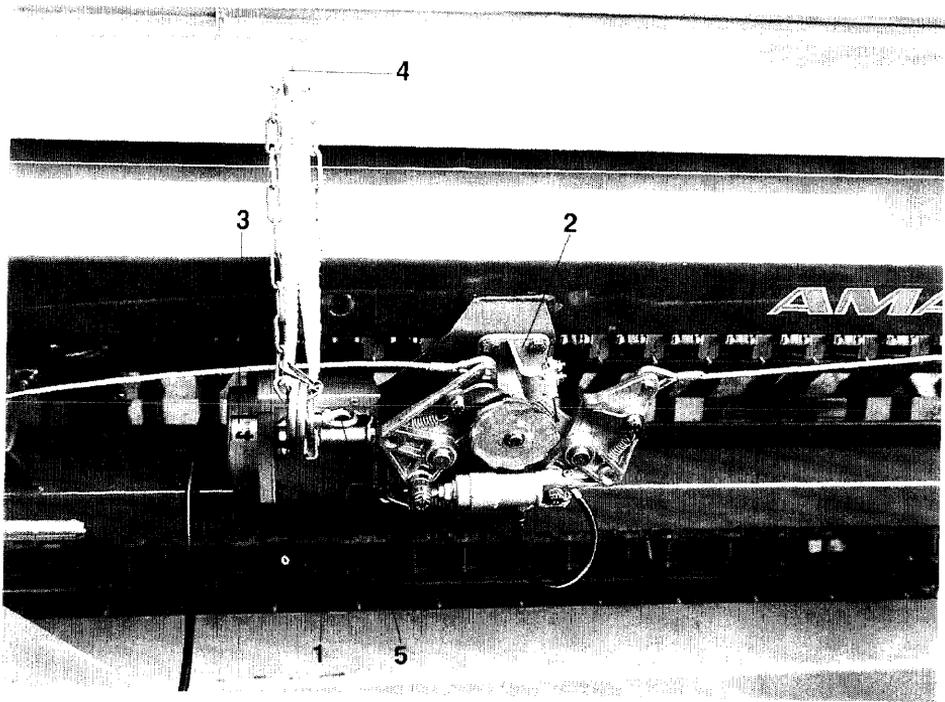
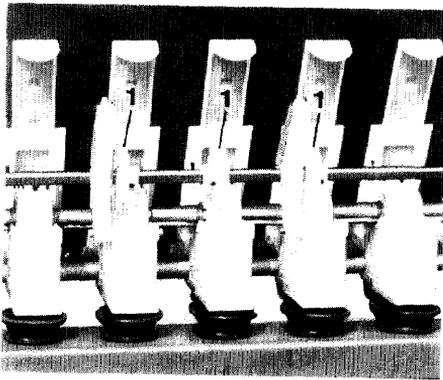
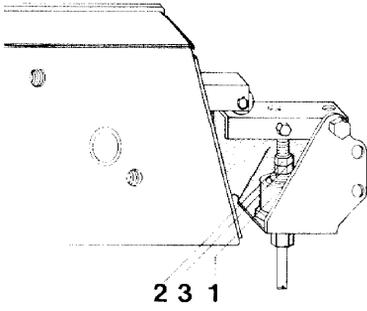
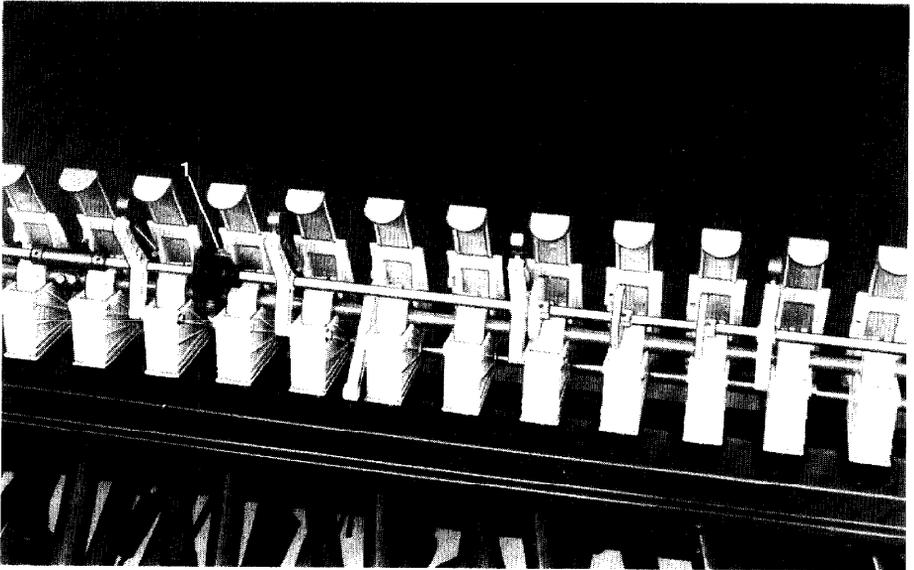

Fig. 84
Fig. 85
Fig.87
Fig.88
Der Rhythmus wird vom Schaltkasten (Fig. 84/1) gesteuert der mit dem Schaltautomaten (Fig. 84/2) für die Spuranreißer (falls vorhanden) gekoppelt ist, so daß beim Umschalten der Spuranreißer auch die Fahrgassenschaltung weiterschaltet. Der Hydraulikanschluß der Särad-Fahrgassenschaltung ist am Schlepper an ein einfach wirkendes Steuerventil anzuschließen.
Über ein Anzeigerad (Fig. 84/3) im Schaltkasten ist vom Schlepplersitz aus zu erkennen, in welcher Schaltstellung sich die Fahrgassenschaltung befindet. Sobald die Anzeige "0" zu sehen ist, bleiben die Antriebsritzel (Fig. 85/1) der Fahrgassensäräder stehen, so daß von diesen Särädern kein Saatgut mehr gefördert wird, damit die Fahrgassen entstehen.
Zu Beginn der Arbeit ist die Fahrgassenschaltung von Hand durch Ziehen am Bedienungshebel (Fig. 84/4) auf die richtige Zahl (Fig. 84/3) im Schaltkasten einzustellen. Diese können Sie anhand der Beispiele für das Anlegen von Fahrgassen unter Pkt. 23.2 ersehen. Weiterhin ist darauf zu achten, daß der Schaltautomat für die Spuranreißer die gewünschte Spuranreißerscheibe absenkt.
Sollen keine Fahrgassen angelegt werden, aber mit den Spuranreißern gearbeitet werden, ist die Fahrgassenschaltung zu blockieren. Die Klemmschraube (Fig. 84/5) wird in dem Langloch so weit nach unten geschoben, bis das Schalten am Bedienungshebel (Fig. 84/4) nicht mehr möglich ist.
Jetzt darf die Zahl (Fig. 84/3) im Schaltkasten **nicht auf "0"** stehen, da sonst ständig Fahrgassen angelegt werden.
Die Säräder zum Anlegen der Fahrgassen, werden von Antriebsritzeln (Fig. 85/1) angetrieben, die auf einer Vorgelegewelle befestigt sind. Auf der Säwelle können sich die Fahrgassensäräder frei drehen. Der Schaltkasten (Fig. 84/1) betätigt im gewünschten Rhythmus eine Kupplung, die die Vorgelegewelle zu- bzw. abschaltet. Die Kupplung wird wiederum von einem Kupplungshebel (Fig. 88/1) betätigt. Sobald der Kupplungshebel in eine Aussparung der Kupplung eingreift, bleibt die Vorgelegewelle stehen und von den Fahrgassensärädern wird kein Saatgut mehr gefördert. Im Sichtfenster (Fig. 84/3) des Schaltkastens wird die Schaltstellung "0" angezeigt.
Überprüfen läßt sich die Fahrgassenschaltung, indem der Bedienungshebel (Fig. 84/4) am Schaltkasten mehrmals angezogen und wieder losgelassen wird. In Schaltstellung "0" greift der Kupplungshebel (Fig. 88/1) in die Aussparung der Kupplung, um den Antrieb der Fahrgassensäräder abzuschalten. Nach dem Umschalten von "0" auf "1" löst sich der Kupplungshebel von der Kupplung und die Fahrgassensäräder werden durch die Antriebsritzeln auf der Vorgelegewelle mitgenommen.
Bei der Überprüfung der Fahrgassenschaltung sollte auch anstelle des Bedienungshebels (Fig. 84/4) der Hydraulikzylinder (Fig. 87/1) im Schaltkasten betätigt werden. Sollte der Hydraulikzylinder den Schaltkasten nicht umschalten, sind folgende Einstellungen bei ausgefahrenem Zylinder vorzunehmen:
- Kontermutter (Fig. 87/2) lösen.
- Mutter (Fig. 87/3) so weit nach links drehen, bis der Schaltkasten hörbar umschaltet. Die Mutter danach noch zwei Umdrehungen weiter drehen und Kontermutter (Fig. 87/2) wieder festziehen.